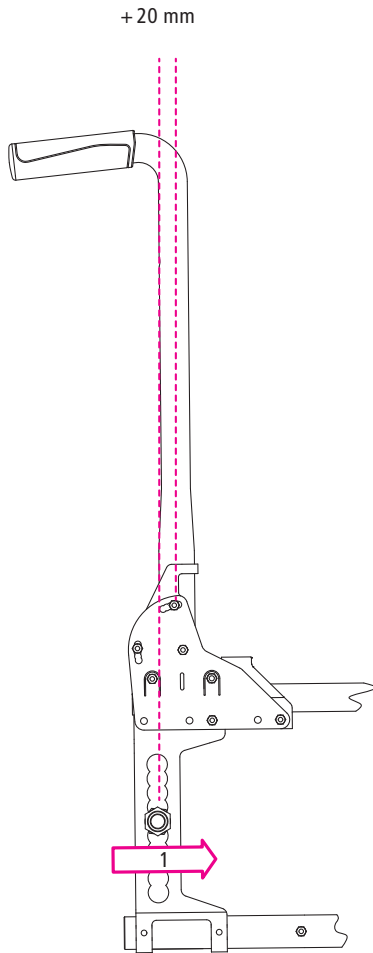

Abb.48
1. Um die Position des Hinterrades zu variieren, wird die Adapterplatte nach vorne oder hinten verschoben (1, Abb. 48).